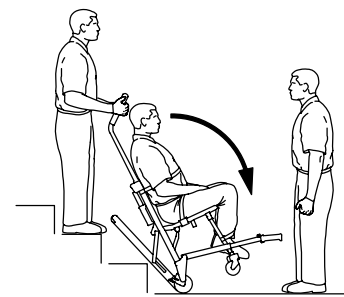

Abbildung 13 – Fuß der Treppe
10. Bediener am Fußende: Wenn die Raupe die letzte Stufe erreicht, die vorderen Griffe loslassen. Bediener am Kopfende: Den Stuhl nach vorn kippen lassen (Abbildung 13), bis alle vier Räder auf dem Boden stehen. Den Stuhl fahren (siehe *Transport des Patienten auf ebener Strecke* (Seite 12)).